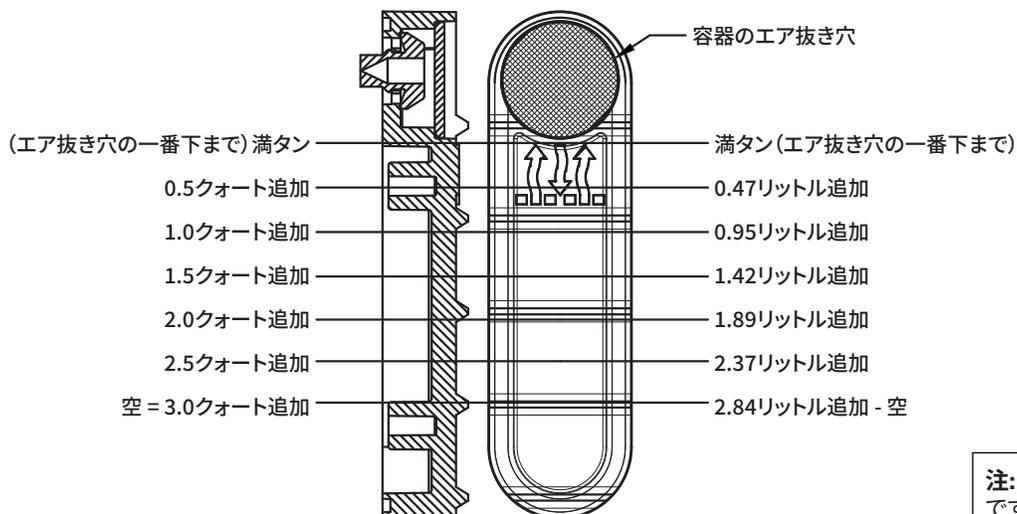

図10: 容器のオイル充填ガイド
5. ポンプが通常 (水平) 動作位置にある状態で、オイル量インジケータのオイル量を確認します。追加する必要があるオイルの概算量を判断するには、図10の図を使用します。